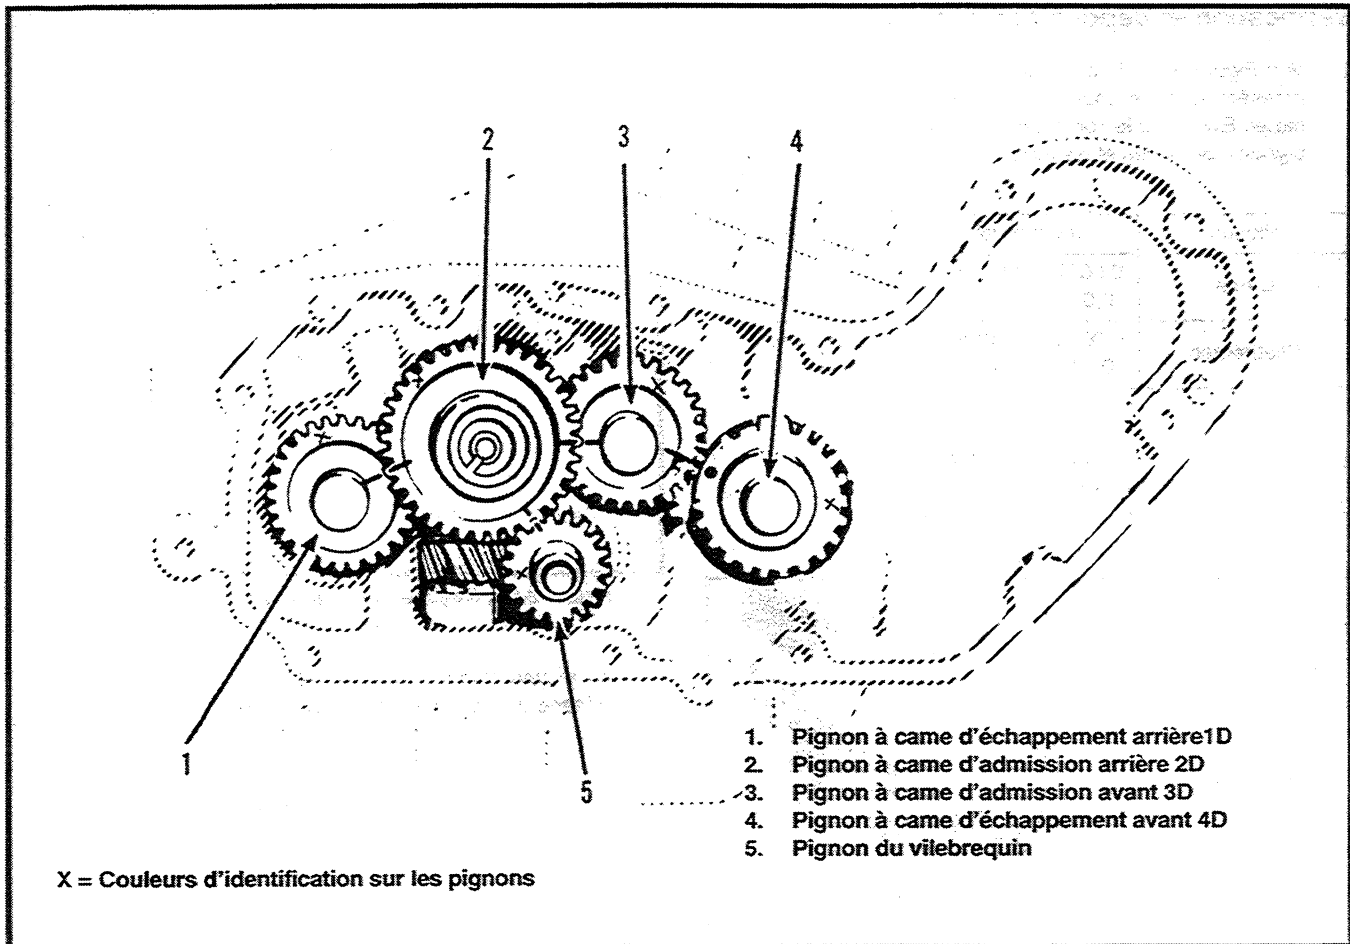

Figure 3-52. Emplacement des taches de couleur et des marques de calage sur les pignons à came et sur le pignon de vilebrequin
Les cames et leurs pignons sont individuellement sélectionnés pour chaque couvercle au moyen d'une technique de mesure assistée par ordinateur en milieu contrôlé. Chaque pignon reçoit une marque de couleur en fonction de son diamètre (mesuré avec les cales). Lorsque vous remplacez une came et/ou un pignon utilisez toujours des pièces marquées de la même couleur pour assurer un fonctionnement aussi silencieux que possible. Voir Figure 3-52 pour l'emplacement des marques de couleur.
3. Voir IDENTIFICATION, VERIFICATION ET SELECTION, DES CAMES ET DES PIGNONS et Figures 3-50 et 3-52. Huilez généreusement, les bagues, les axes et les pignons. Installez tous les pignons à came dans les bagues du demi-carter droit en alignant correctement les repères de calage comme sur la Figure 3-52.